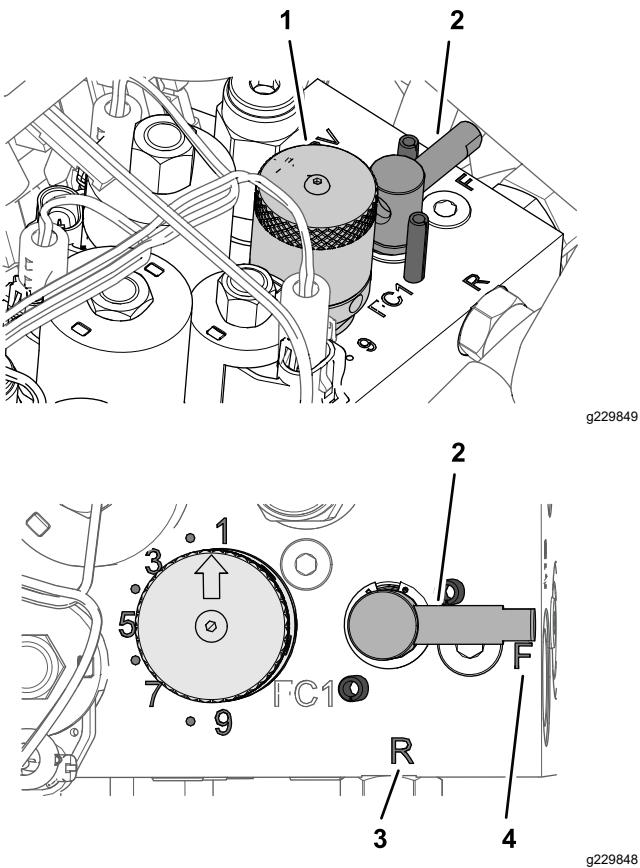

Bild 56
4. Drehen Sie den Läpphebel in die R-Stellung (Bild 56).
5. Drehen Sie das Handrad für die Spindeldrehzahl auf die Einstellung 1 (**Bild 56**).